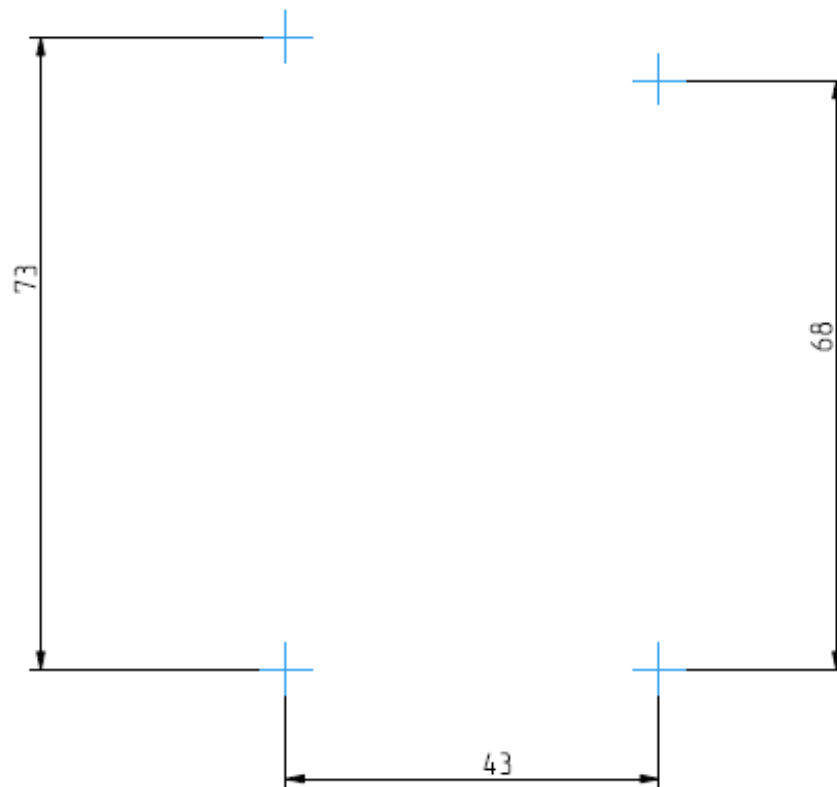

Figure 3.18: Disposition des quatre trous de fixation
2. Percer dans le mur 4 trous de 5 mm de diamètre et y insérer les chevilles (voir Figures 3.18).